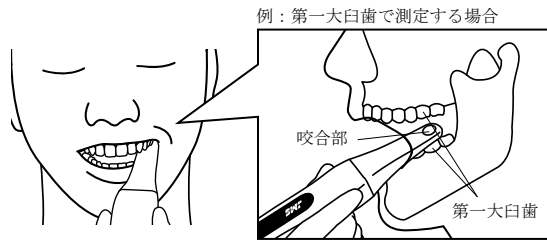

図2. 口腔内での咬合部の位置
- (1) 本品を患者の口腔内に挿入し、咬合部を測定する臼歯部の位置に合わせる(図2)。